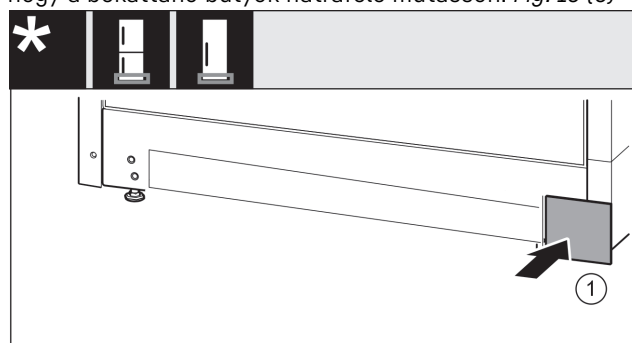

Fig. 16
- ▶ Tegye vissza a borítást a másik oldalra. Fig. 16 (1)